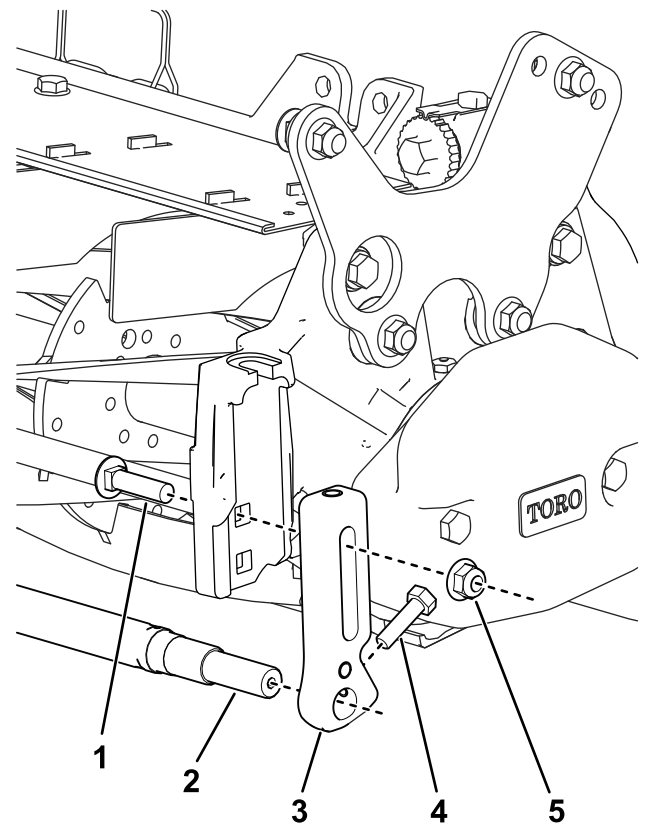

Figura 39
2. Con los pernos de cuello cuadrado y las contratuercas, instale los soportes de ADC delanteros en el taladro superior de la placa lateral (Figura 39).